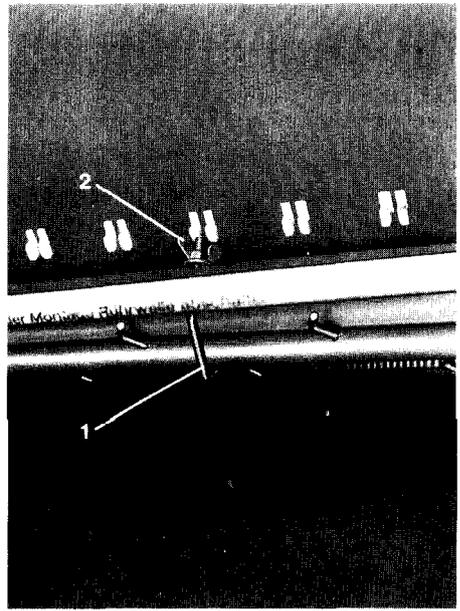

Fig. 63
- je 2 Hakenschrauben (Fig. 63/1, 64/7) in der Mitte jedes Rapseinsatzkastens zwischen Rührwelle und Rapseinsatzkasten montieren und mit Flügelmutter (Fig. 63/2, 64/8) anziehen.